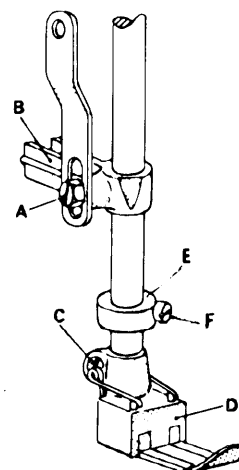

fig. 9
7. Montaggio e regolazione del piedino (fig. 9).